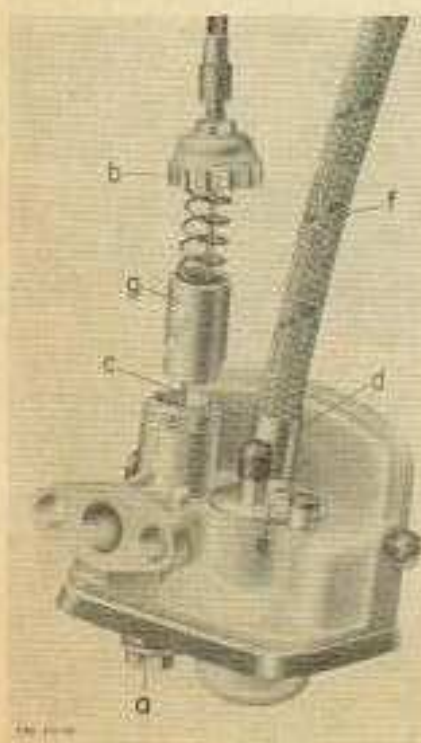

Fig. 5
Tout carburant contient des impuretés, qui se rassemblent dans la chambre du flotteur et dans la vis-bouchon a (fig. 5) du carburateur. Pour ce motif, le carburateur doit aussi être nettoyé (environ tous les 5.000 km.).
Dévisser le couvercle de la chambre de mélange b (fig. 5).
Retirer la tuyauterie d'essence **f** (fig. 5).
Dévisser le couvercle de cuve **e** (fig. 5).
Dévisser la vis-bouchon **a** (fig. 5).
**Lors du remontage du carburateur, ne pas huiler le boisseau g (fig. 5).**